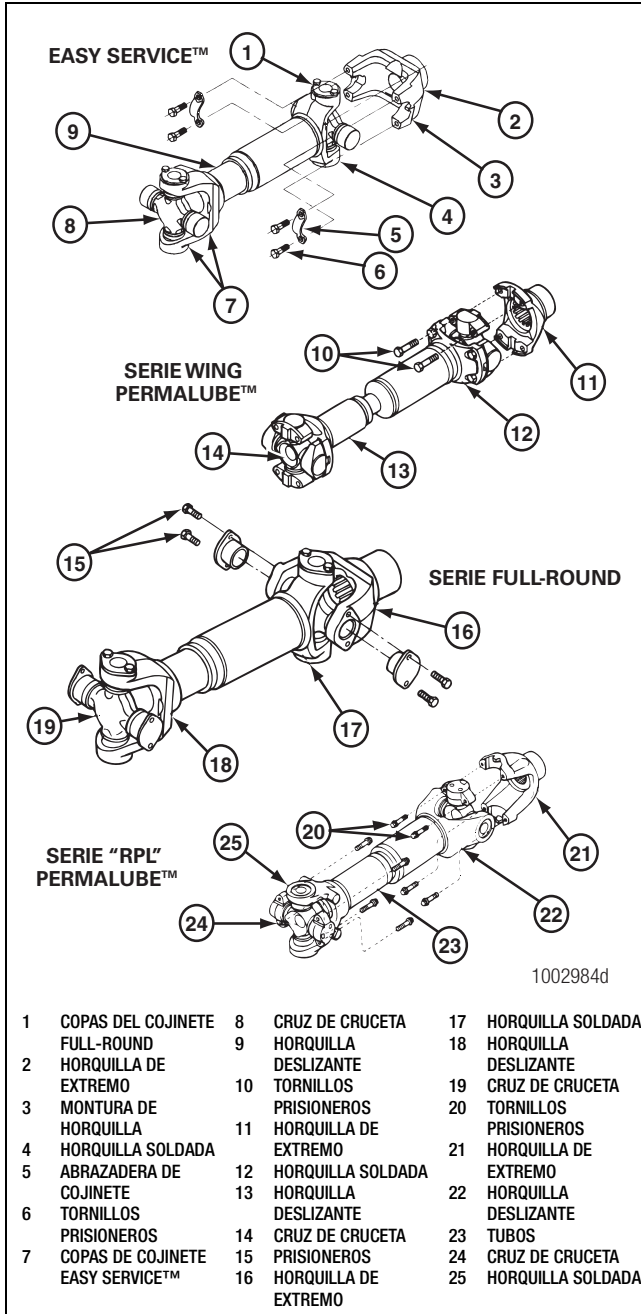

Figura 3.5
- Desconecte la cruceta del eje cardán de la horquilla de impulsión del piñón o de la brida en el portadiferencial. Figura 3.5.